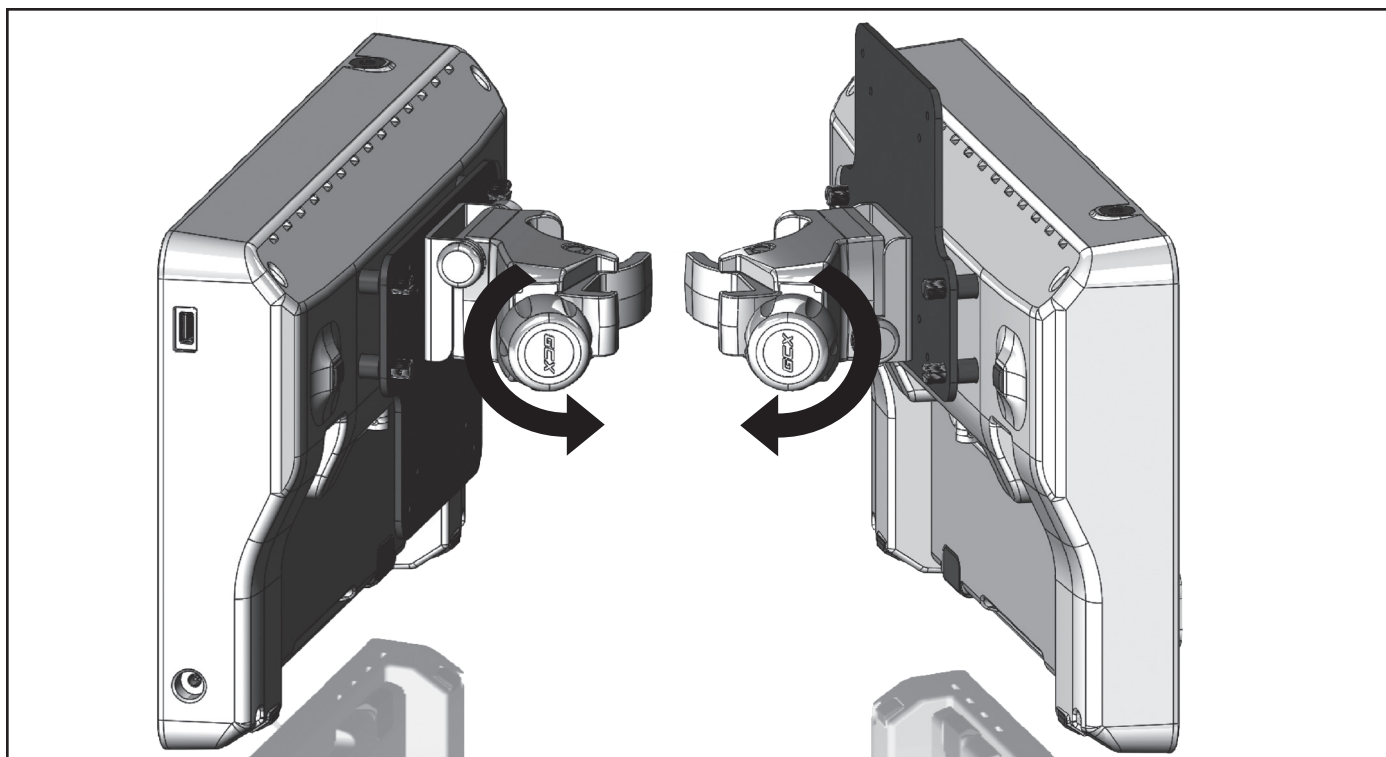

Figura 16. Gire la abrazadera
5. Gire el mango de la abrazadera (Figura 16) para aflojarla.